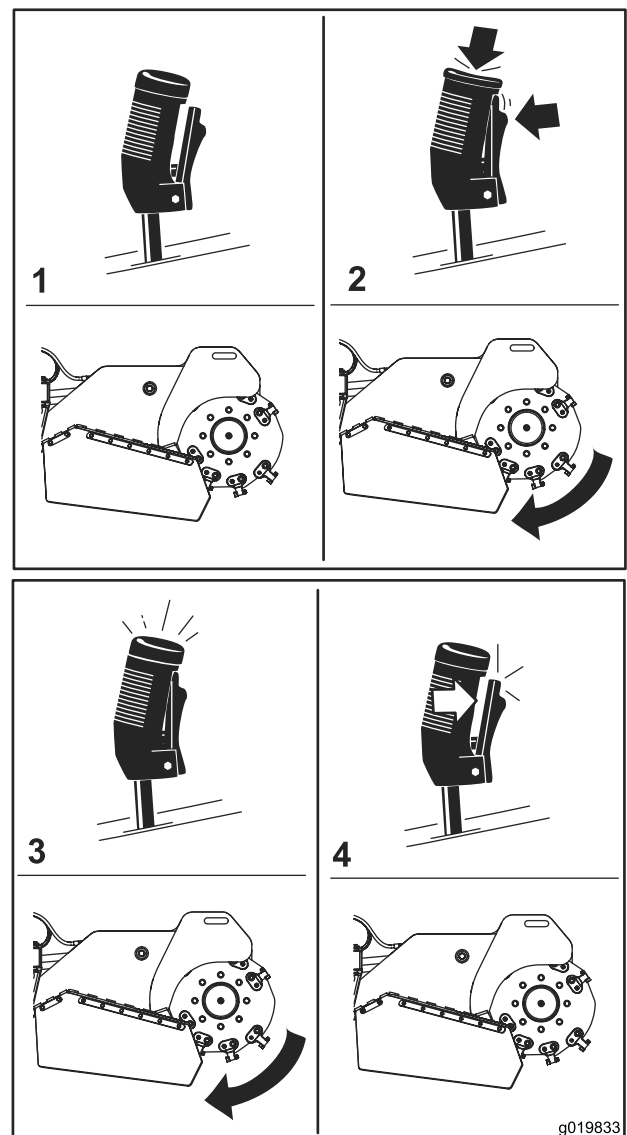

Bild 13
- Drücken Sie die rote Taste oben am Hebel, um die Fräse zu starten (Bild 13), drücken Sie dann den Abzug. Nach dem Start der Fräse können Sie die rote Taste loslassen.
- Lassen Sie den Abzug für mehr als eine halbe Sekunde los, um die Fräse anzuhalten (Bild 13).